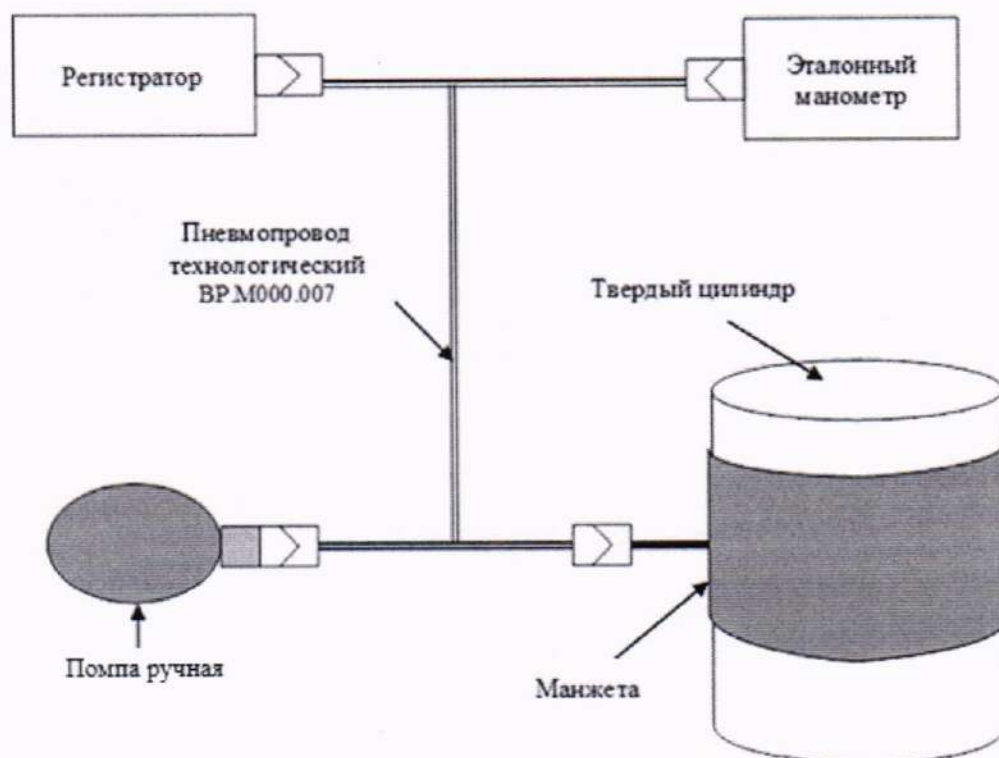

Рисунок 1 – Схема соединения между устройствами
7.2.1.7 Выполните соединения между устройствами согласно схеме (см. Рисунок 1). Манжету регистратора наденьте на твердый цилиндр диаметром от 90 до 120 мм.